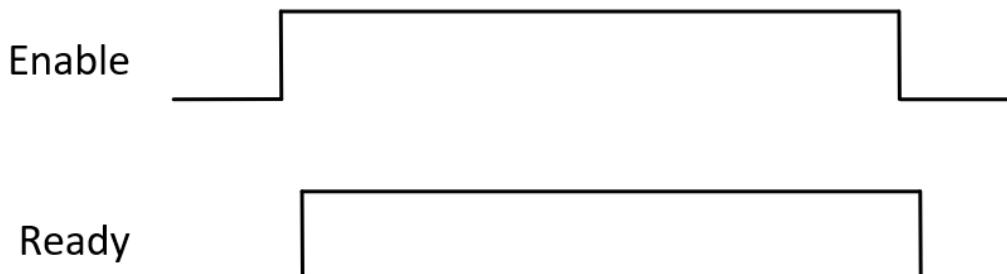

图 6-2 RFID 使能时序图
①使能 RFID。使能是 RFID 工作的必要条件, 在整个工作期间需要保持 RFID 使能。使能 RFID 涉及到 Enable 和 Ready 两个信号, 具体的时序如下所示。若 Enable 置位后, Ready 未置位, 则可能总线模块与 RFID 通讯异常。如图 6-2 所示。